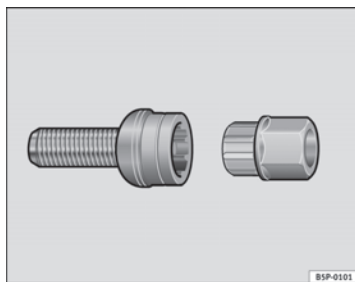

Abb. 197 Diebstahlhemmende Radschrauben
- Setzen Sie den Adapter bis zum Anschlag in die diebstahlhemmende Radschraube ein ⇒ **Abb. 197**.